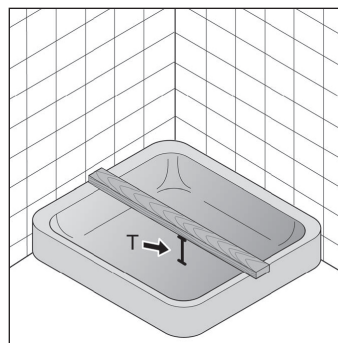

Fig. 2
1. Measure the depth T of the shower tray (Fig. 2).
1. Tiefe T des Duschbeckens messen (Fig. 2).